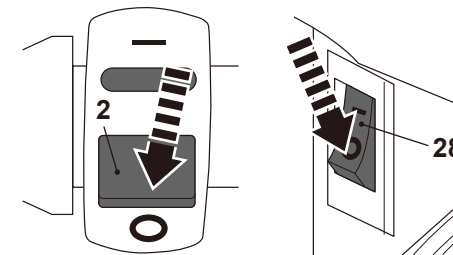

Fig. 31
- > Coloque el interruptor de encendido de la empuñadura superior (2) y del motor (28) en su posición "O" para apagar el producto (Fig. 31).